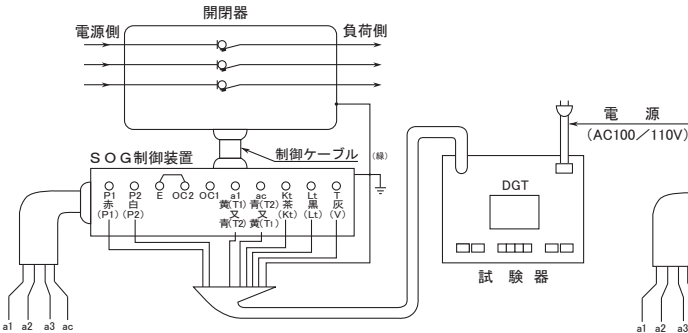

図4 戸上電機製作所製(DGT)による地絡特性チェック回路
- ①図4・5の試験回路は制御装置のみの地絡動作時間測定となります。
- ②図4・5は制御電源を制御装置パネルの試験用電源端子（P1・P2）に接続する方法です。
なお、図4・5の回路で試験する場合は、制御装置パネルの制御電源切替スイッチを「試験」側にしてください。